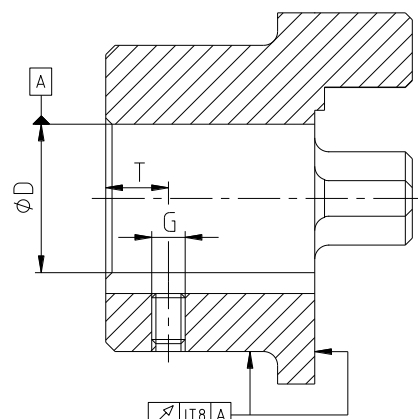

図9: 外周と端面の振れ
- お客様が軸穴加工をされる場合はハブの外周と端面の振れが容値を超えないようにしてください(図9をご参照)。